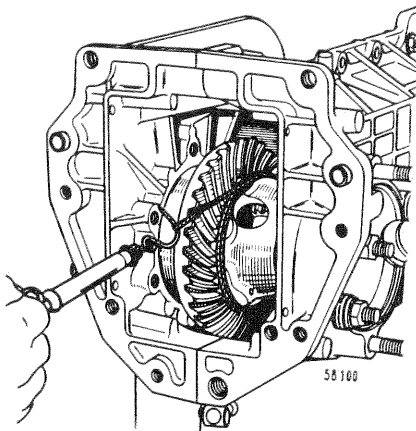

Fig. 69. — Vérification de la charge du différentiel
• Enrouler une ficelle autour du boîtier de différentiel et, au moyen d'un peson, tirer sur la ficelle : le différentiel doit tourner sous une charge comprise entre 1,7 et 3,7 m.kg (fig. 69).